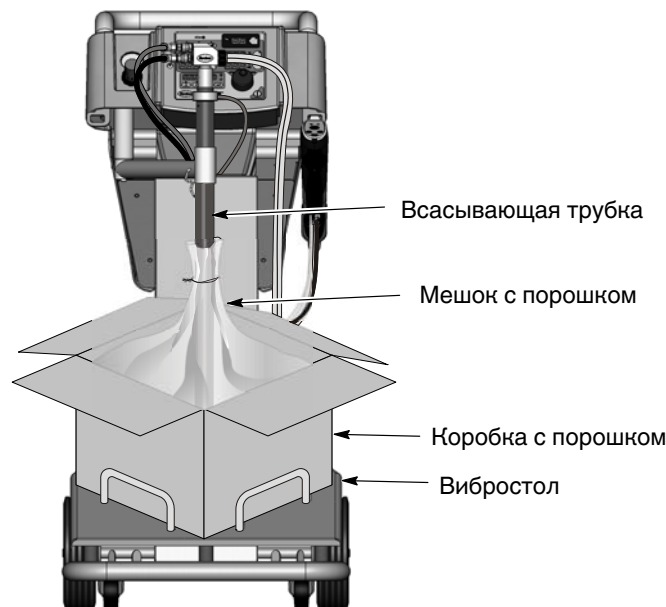

Рис. 4-2 Установка коробки с порошком
2. См. рис. 4-2. Поставить коробку с порошком на вибростол.